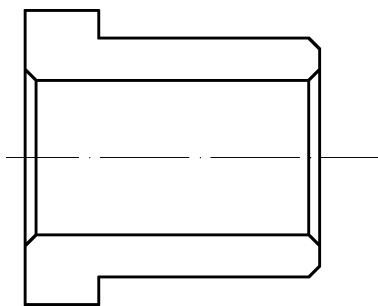

图 11-36 绘制倒角示例
1) 绘制倒角。选择“修改”面板→“倒角”命令，输入倒角距离 2，指定两条线段后，进行倒角，结果如图 11-36 所示。在对内孔倒角时，应注意是否选中“去除”选项。